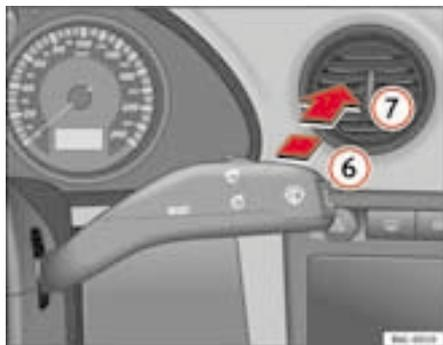

Fig. 67 Alavanca do limpa/lava-vidros: limpa-vidros traseiro
- Deslocar a alavanca para a frente, até ao engate **6** ⇒ fig. 67. O limpa-vidros trabalha cada 6 segundos, aproximadamente.
- Deslocar a alavanca para a frente, até à posição **7** ⇒ fig. 67. O limpa e lava-vidro traseiros funcionam simultaneamente. Enquanto se mantiver a alavanca nesta posição, o limpa-vidros e o lava-vidros funcionam.